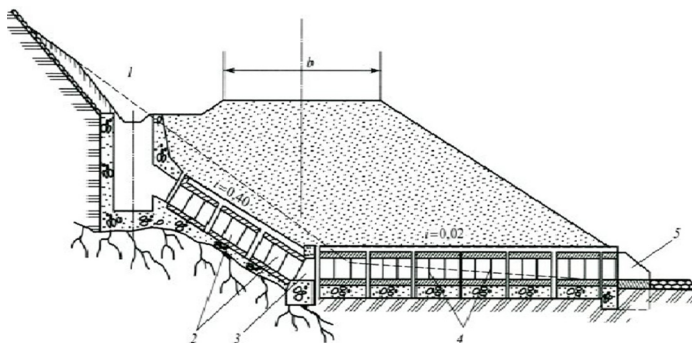

Рис. 6. Схема водопропускной трубы на косогоре
5. По исходным данным (рис. 6) вычертить схему водопропускной трубы на косогоре на однопутном участке железной дороги второй категории в произвольном масштабе. Указать конструктивные элементы водопропускной трубы на косогоре. Чертеж выполняется на миллиметровой бумаге формата А4. При выполнении чертежа необходимо соблюдать требования к оформлению графического материала.